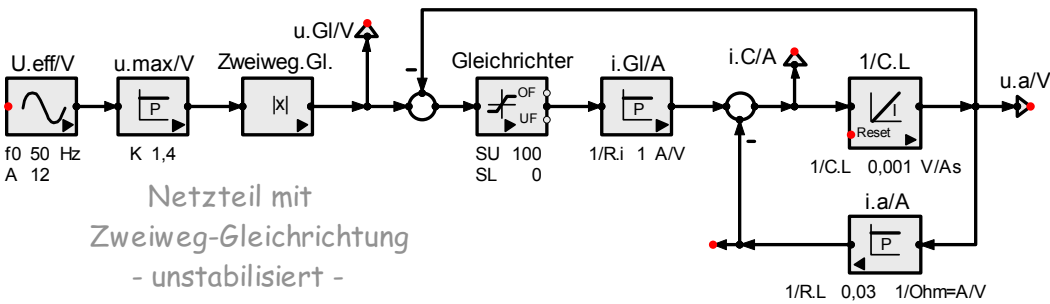

Abb. 2-14 Simulation eines Netzteils mit Zweweggleichrichter: Die Erklärung folgt im Text.
Die Struktur der Abb. 2-14 zeigt die Simulation des oben gezeigten, unstabilisierten Netzteils mit Zweweggleichrichter:
- Der erste Teil von Abb. 2-14 zeigt die Gleichrichtung der Eingangsspannung durch Betragsbildung.